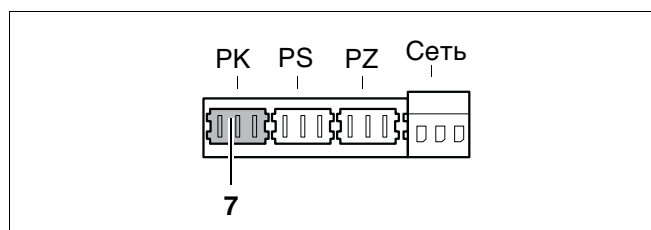
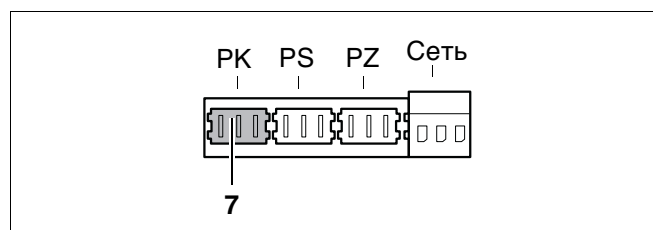

Рис. 36 Клеммник – внешний насос системы отопления 230 В (цвет подключения зеленый)
Рис. 39 Клеммник – внешний насос системы нагрева 230 В (цвет подключения зеленый)
Максимальная электрическая мощность, которая может быть подключена к свободному соединительному кабелю насоса 230 В переменного тока (рис. 36, поз. 7) и к зеленому штекеру РК (рис. 39), составляет в целом 250 Ватт. Подключение большей потребляемой мощности чем 250 Ватт возможно через дополнительное реле 230/230 В, которое должно быть установлено квалифицированным специалистом.
- Подключить имеющийся внешний насос (не насос группы подключения) к зеленой клемме РК (рис. 39, поз. 7). Максимально допустимая потребляемая мощность насоса 250 Вт.